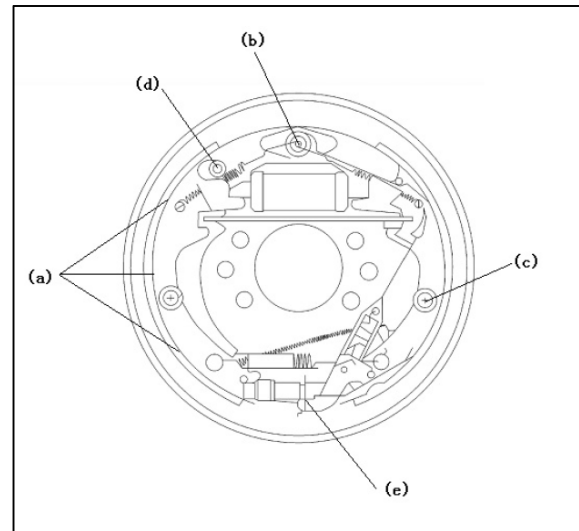

Figura 5-18 Camión telescópico de 1,8 t a 3,5 t
(4) Agregue grasa lubricante a base de calcio n.º 2 en los puntos de lubricación respectivos a, b, c, d como se indica en la figura 5-18, y tenga cuidado de no permitir que esta grasa se adhiera a las zapatas de freno;